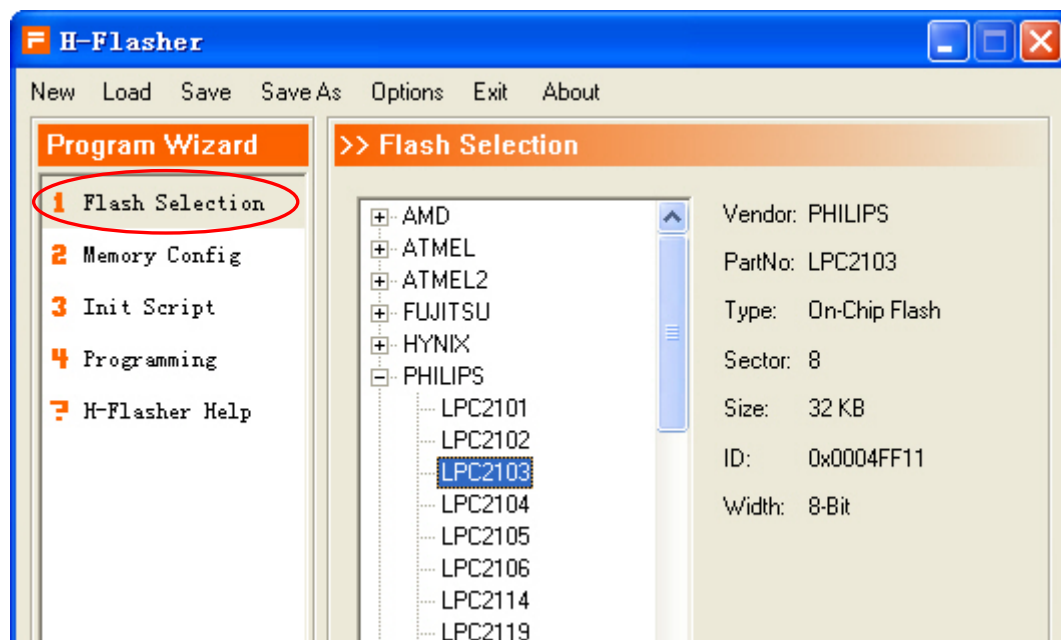

图 3.23 选择芯片型号
- 在 1 Flash Selection 中选择 CPU 的型号。如图 3.23 所示；
将计算机并口与EasyJTAG-H仿真器相连，然后再将EasyJTAG-H仿真器的JTAG接口连接到EasyARM2103 目标板上，打开H-JTAG Server，检测到芯片内核信息后，打开Auto Download选项，如图 3.28所示。此时会自动启动H-Flasher软件，选择目标芯片的型号，如图 3.23所示，将当前的配置信息保存起来，建议将配置信息保存到安装路径下的Hconfig文件夹内，如图 3.29所示。